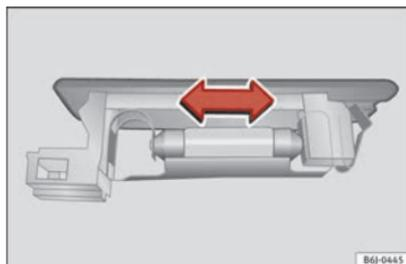

Fig. 119 Luce del bagagliaio.
- Premere lateralmente la lampada ed estrarla dalla sede »» fig. 119.